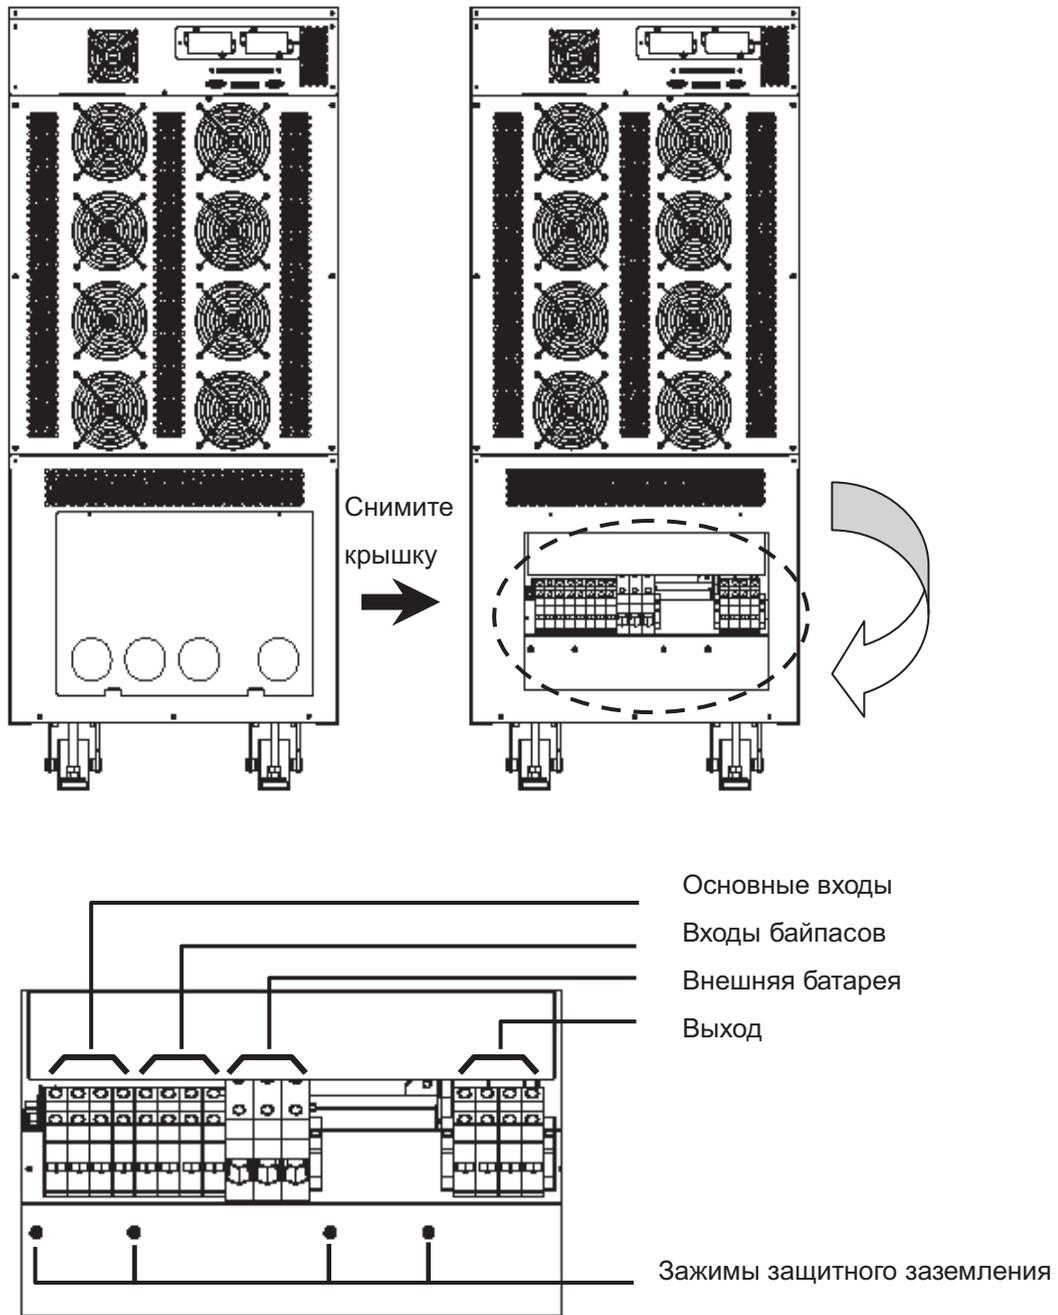

Рис. 4-1. Зажимы ИБП
1. Снимите заднюю крышку. См. рис. 4-1.
Блок зажимов (см. рис. 4-1):
8. Подключите кабели к зажимам согласно их маркировке и назначению (см. рис. 4-1).
5. Подключите кабели к зажимам согласно их маркировке и назначению (см. рис. 4-1).